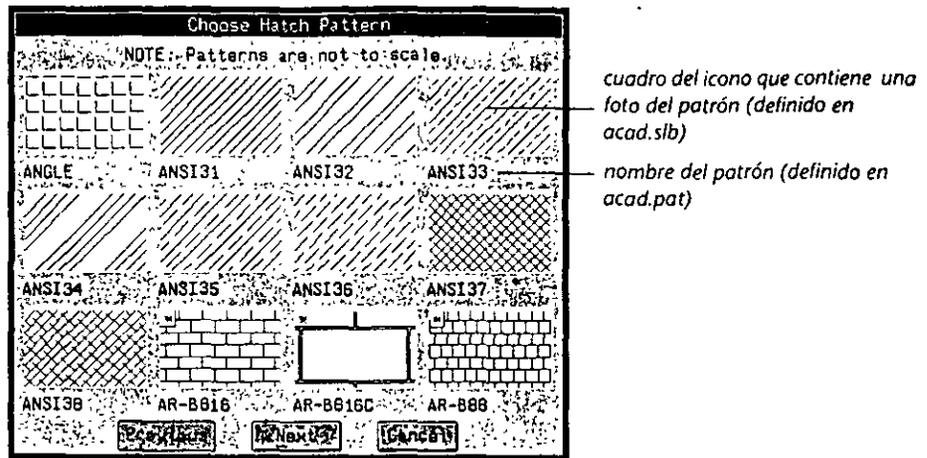

Figura 3-8. Cuadro de diálogo Choose Hatch Pattern
3. Elija el botón Pattern... para que aparezcan los patrones de sombreado disponibles. Aparece el cuadro de diálogo Choose Hatch Pattern, similar al de la Figura 3-8.